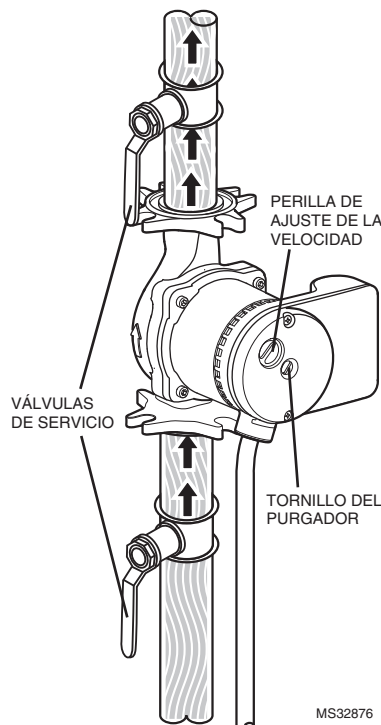

Fig. 9. Purgue el circulador aflojando el tornillo del purgador.
- Gire la perilla de ajuste de la velocidad en sentido horario para aumentar la velocidad (consulte la Fig. 9).
El rotor/eje se atascó.	<ul style="list-style-type: none"> Aleje la bomba del suministro eléctrico. Quite el tornillo del purgador (consulte la Fig. 9). Gire el eje en sentido horario con un destornillador pequeño. Enrosque el tornillo del purgador. Encienda la bomba.